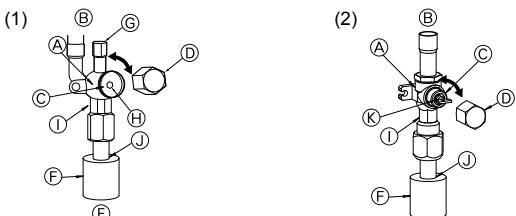

Fig. 4-6
(1) Запорный кран со стороны жидкости (Fig. 4-6)
① Снимите колпачок и поверните шток золотника против часовой стрелки до упора, используя для этой цели 4 мм шестиугольный гаечный ключ. Прекратите поворачивать шток в момент, когда тот достигнет стопора. (Приблизительно 10 оборотов)
② Убедитесь в том, что запорный кран полностью открыт, и поверните колпачок в первоначальное положение.